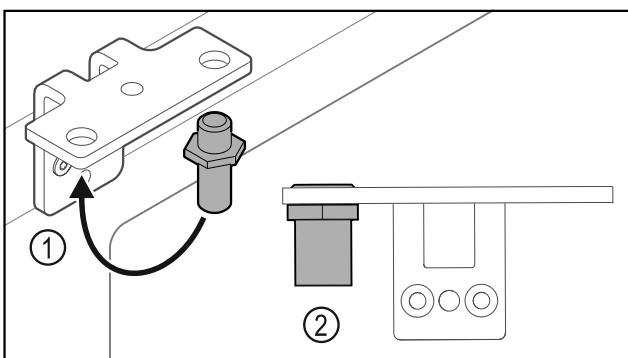

Fig. 38
- ▶ Ktheni bulonin Fig. 38 (1) në profilin e menteshës në anën tjetër.
- ▶ Shtëngoni bulonin Fig. 38 (2) me **momentin e rrotullimit prej 12 Nm**.